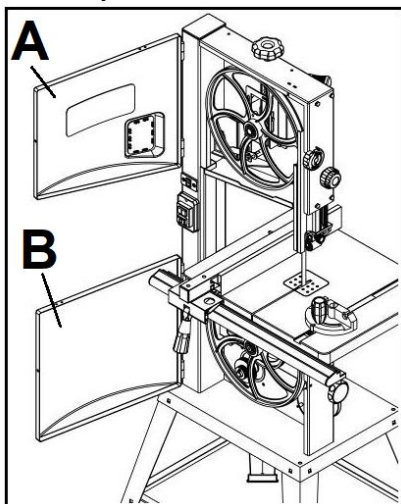
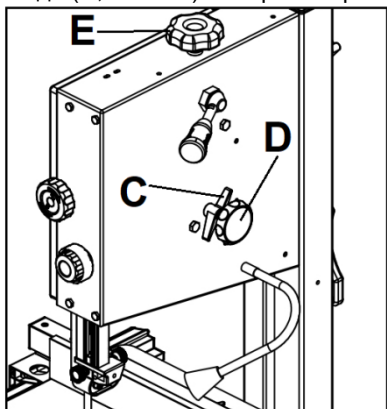
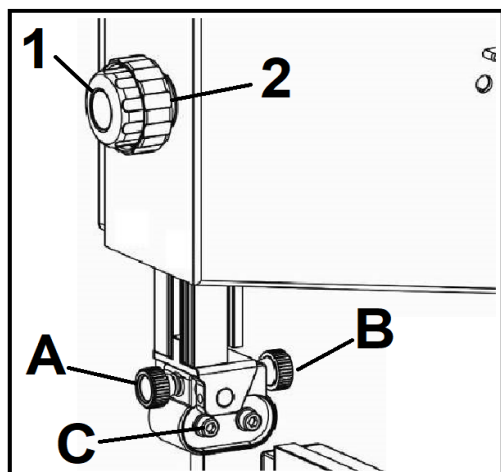

Рисунок 14
Рисунок 15
Рисунок 17
Если пильная лента не движется по центру резинового обода, ход ее необходимо откорректировать, отрегулировав наклон верхнего шкива пильной ленты. Откройте верхнюю и нижнюю дверцы (А, В, Рис. 14). Ослабьте ручку фиксатора регулировки хода, вручную вращайте верхний шкив, не касаясь пильной ленты. Поверните ручку регулировки (D, Рис. 15) по часовой стрелке или против часовой стрелки до тех пор, пока пильная лента не будет двигаться по центру резинового обода.
После регулировки снова затяните ручку фиксатора регулировки хода (С, Рис. 15) и закройте крышку.
МЕДЛЕННО поверните ручку регулировки хода (D, Рис. 15), одновременно вращая верхний шкив. Поворот ручки регулировки хода по часовой стрелке (если смотреть с
- Поворачивая ручку регулировки (Е, Рис. 15) по часовой стрелке, можно увеличить натяжение пильной ленты.
- Поворачивая ручку регулировки (Е, Рис. 15) против часовой стрелки, можно ослабить натяжение пильной ленты.
Установите верхнюю направляющую пильной ленты с помощью ручки регулировки (2, Рис. 17) на желаемую высоту, ослабив фиксирующую ручку (1, Рис. 17). После регулировки снова затяните фиксирующую ручку.
- Ослабьте ручку (A) и отрегулируйте подшипниковый узел так, чтобы боковые подшипники располагались на расстоянии 1-2 мм от впадины зуба полотна (изогнутая область в основании зуба). Снова затяните ручку (A, Рис. 17).
- Ослабьте ручку (B, Рис. 15) и установите упорный подшипник в положение 0,4 мм от задней кромки ленты. Снова затяните ручку (B, Рис. 17).
- Ослабьте болт (C, Рис. 17) и отрегулируйте боковые направляющие подшипники в положение 0,1-0,2 мм от ленты. Снова затяните болт (C).